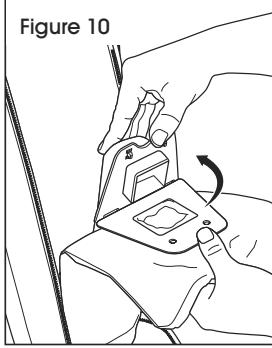

Figure 10
4. Placez le collier du nouveau sac à poussière sur les languettes situées sur le joint du tube à poussière. Tournez-le vers le haut jusqu'à ce que les languettes du tube à poussière s'enclenchent dans les trous du collier du sac à poussière. (Voir Figure 10)